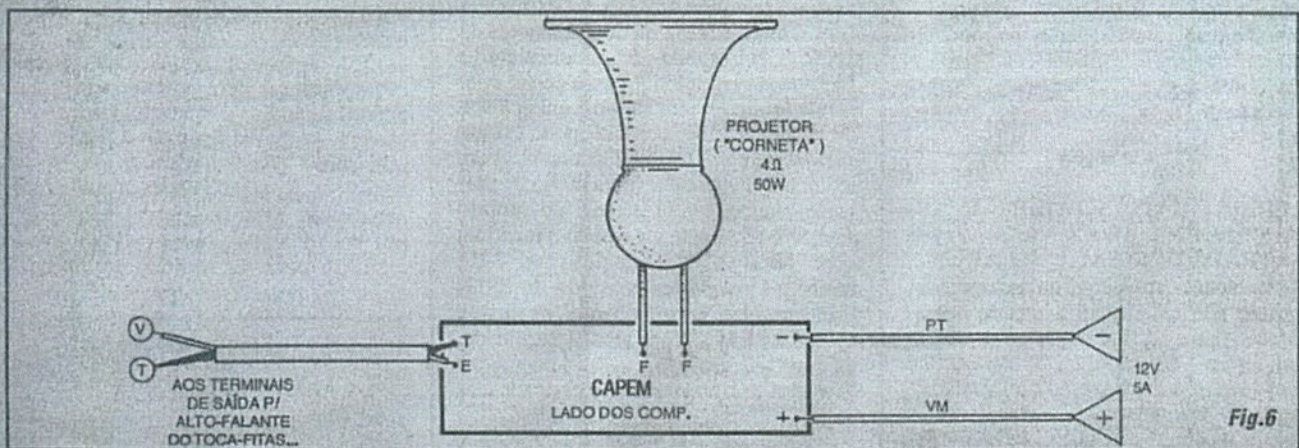

Fig.6
- FIG. 6 - CONEXÕES EXTERNAS À PLACA... - Para simplificar a visualização, "apagamos" da placa (lado não cobreado, dos componentes...) todas as peças, de modo a enfatizar apenas as ligações externas... Observar a polaridade dos cabos da alimentação, sempre com a recomendação de praxe, de se usar fio vermelho na cabagem do positivo e fio preto na do negativo... Notar ainda a cabagem de Entrada do sinal, preferencialmente feita com um blindado mono, observadas as identificações do "vivo" (V) e "terra" (T). As conexões aos terminais da "corneta" (lembrar que não é possível nesse Amplificador, usar-se a "terra" como um dos percursos para ligação do transdutor...) não são polarizadas, podendo ser feita com cabo paralelo (ou dois cabos isolados...) comum, no conveniente comprimento...
Por questões de visualização, obviamente que a "corneta" não tem, na FIG. 6, um tamanho proporcional à placa... Na "vida real", o transdutor, com aquele baita "sino" exponencial, é um verdadeiro "trambolho", bem maior do que a plaquinha da CAPEM... Com um pouco de habilidade e raciocínio, não será difícil, inclusive, embutir o circuito numa pequena caixa alongada, fixando o conjunto (com braçadeiras, parafusos e porcas...) à própria traseira da "corneta", compondo um conjunto elétrica e mecanicamente coeso e compacto, facilitando a instalação final...
Também não é "proibido" que a CAPEM fique, na sua caixinha, dentro do veículo, ligado à "corneta" (esta lá fora, fixada sobre uma armação, no teto da viatura...) por um mero par de fios ou cabo paralelo, "nos conformes" da FIG. 6...